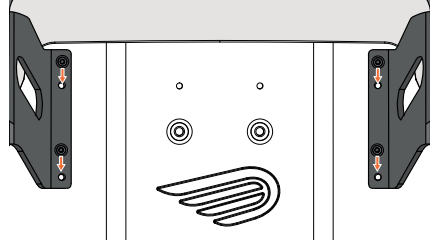

Abbildung 4 - Einsetzen und Befestigen des Vordersitzes.
7. Stellen Sie den gesamten Vordersitz, einschließlich der Füße, auf die in Abbildung 4 angegebene Stelle. Schieben Sie die Unterlegscheibe **4** und den Bolzen **3** aufeinander und befestigen Sie diese mit 5 Nm (handfest) an der Grundplatte. Verwenden Sie dazu den Inbusschlüssel 5 mm.